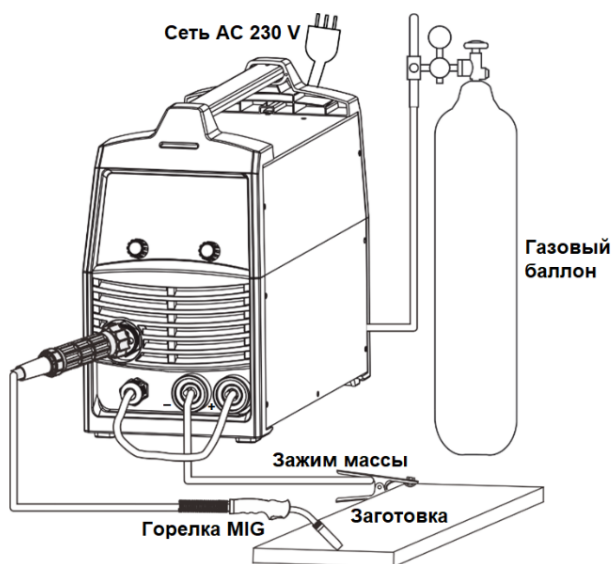

Рис. 3 Сварка с защитным газом
- Сварка в среде защитного газа: вставьте штекер кабеля массы в отрицательный разъем на источнике питания (Рисунок 3).